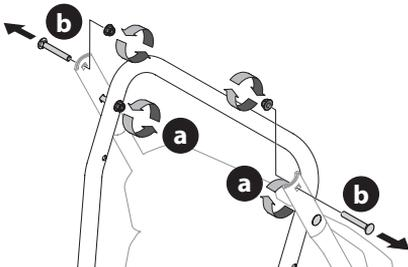
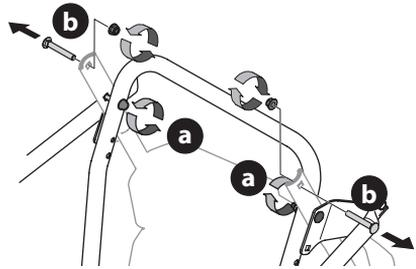

Figura 1
Figura 2
2. Afloje las dos tuercas superiores (a) que sujetan la manija superior e inferior y extraiga los dos pernos del carro (b) de la manija superior y póngalos a un costado como se muestra en la Figura 1 o Figura 2 para modelos con soportes laterales.